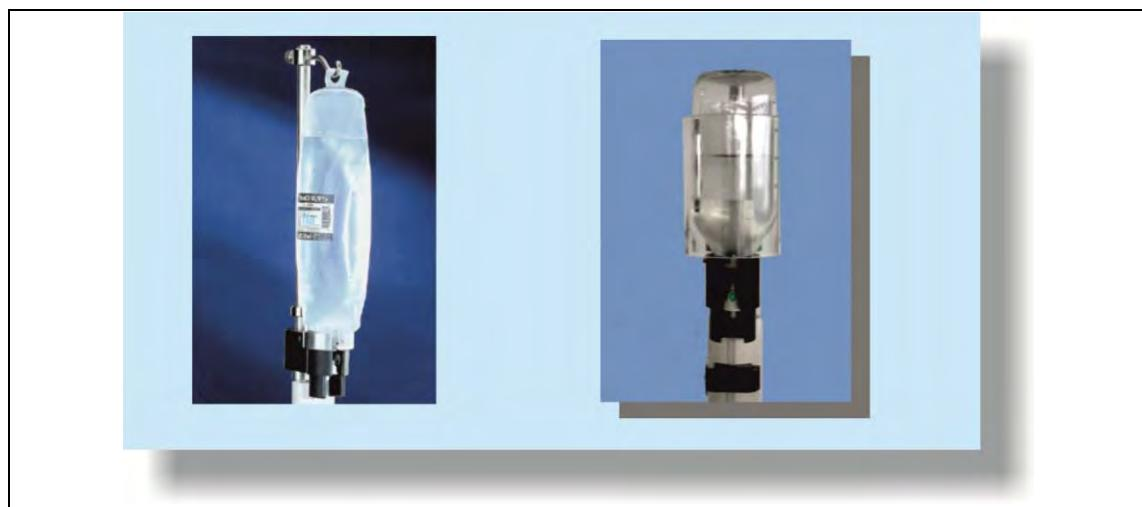

Рис. 34: Ёмкость с NaCl (слева - пакет, справа - флакон)
- **Пакет с NaCl:** проткнуть перегородку пакета в центре. Зафиксировать поворотный крюк на подходящей высоте на стойке для держателя флаконов NaCl, подвесить пакет (см. Рис. 34, стр. 49).
- **Флакон с NaCl:** установить подходящую направляющую трубку на держатель флакона, зафиксировать эксцентриковым рычагом. Завести флакон NaCl сверху в направляющую трубку, проткнуть резиновую пробку в середине (см. Рис. 34, стр. 49).